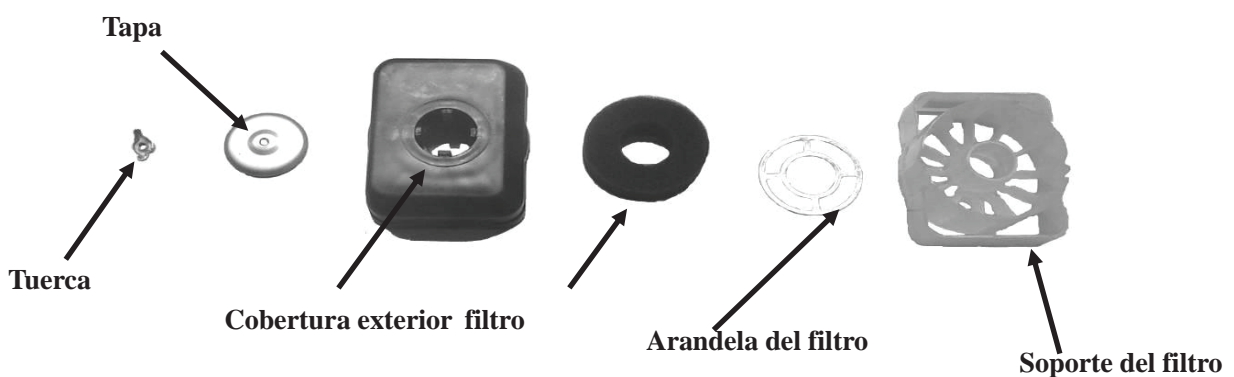

Figura 42
- 1) Quitar la tuerca, la cobertura exterior y la tapa. Quitar el alma del filtro. (Ver la figura 42)